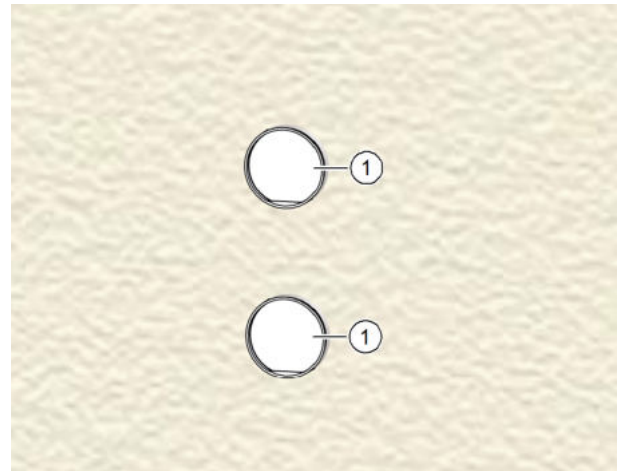

Abb. 27: Mauerkasten außen verputzt
- ▶ Entfernen Sie beide Putzschutzhülsen (Pos. 1 in Abb. 27).